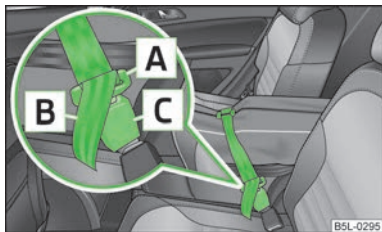

Fig. 85
- Meter las lengüetas **A** » fig. 85 en los cierres del cinturón de seguridad central trasero **C**, primero a un lado y luego al otro lado.